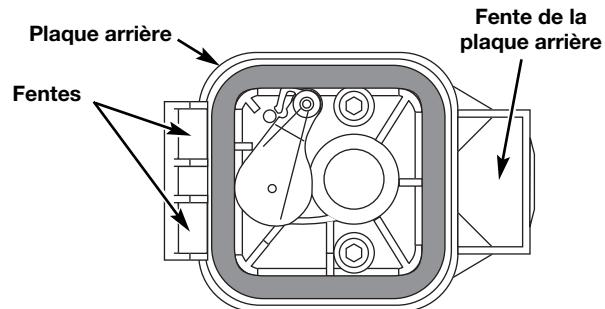

Fig. 27
6. Replacez le filtre (Fig. 27).
air Placez les crochets à gauche du filtre à air dans les fentes à gauche de la plaque arrière (Fig. 27).